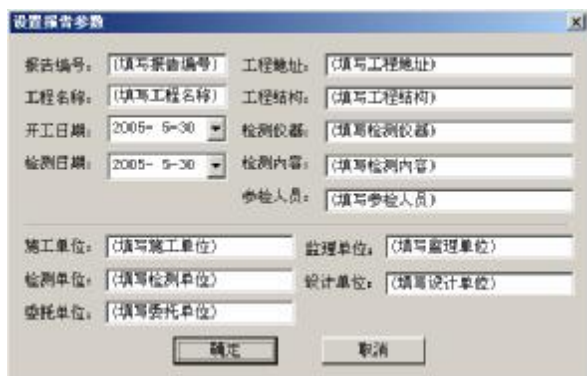

图 4.12 设置报告参数
5、生成 Word 报告：自动启动 Microsoft Word（本机应装该软件，否则此项操作将不能继续），以当前文件中选中测区生成 Word 格式的检测报告，点击后首先提示输入报告相关参数(如图 4.12 所示)，其中各项参数均有自动记忆功能，即初始化为上次生成报告相应的参数；